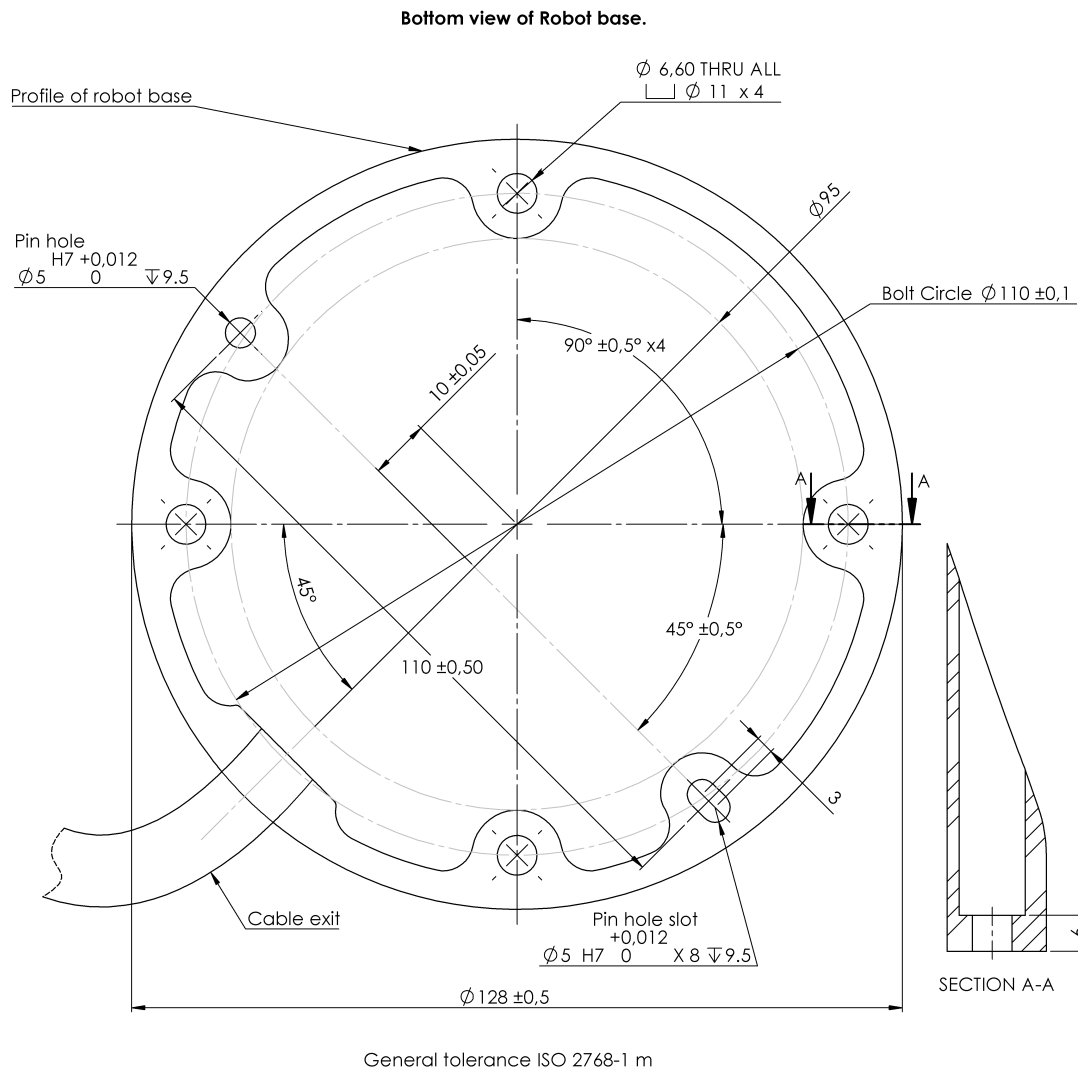

图 4.1: 机器人安装孔。使用 4 颗 M6 螺栓。所有测量值均以 mm 为单位。
**机器人手臂** 使用 4 颗 M6 螺栓，通过机器人基座上的 4 个 6.6 mm 孔来安装机器人手臂。建议以 9 N·m 扭矩紧固这些螺栓。如果需要非常准确地调整机器人手臂位置，还可以钻 2 个 Ø5 的孔，用销加以固定。也可采购精确的基座作为附件来使用。图 4.1 显示了钻孔位置和螺丝安装位置。